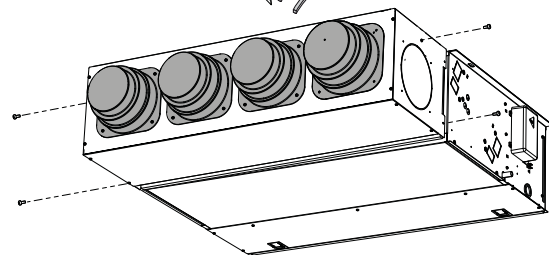

Fig.4
- Installer les deux étriers de fixation dans les œillets latéraux appropriés et fixer les avec les deux vis fournies (fig. 4).